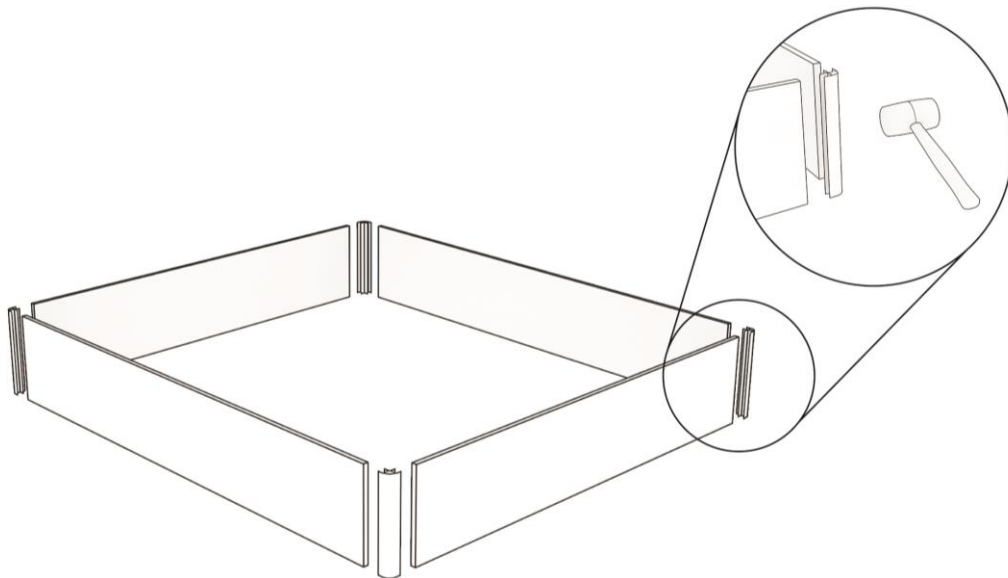

Abbildung 1: Festhämmern der Seiten-, Kopf- und Fußleisten an den Eckstücken
Schritt 1. Nehmen Sie die Leisten der Längsseiten (längere Leisten) sowie des Kopf- und Fußendes des Bettes (kürzere Leisten) und positionieren Sie diese wie in Abbildung 1 dargestellt. Achten Sie darauf, dass die Leisten in einem Winkel von 90° Grad rechtwinklig zueinander stehen und schlagen Sie mit einem Gummihammer auf die Eckstücke der Leisten..